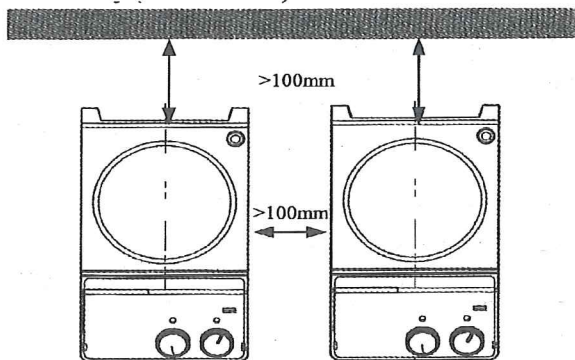

Figure 1
- Beachten Sie den Abstand zu Wänden und Gerät zu Gerät (siehe Skizze Fig. 1)